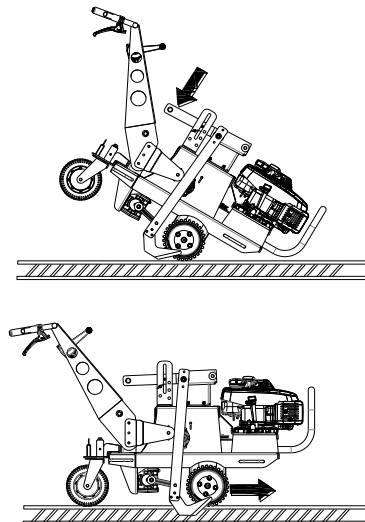

Fig. 5
2. Mens du holder begge håndtag, tilkobles koblingsarmen til bladet ved betjenerens venstre side helt. Der vippes tilbage på håndtagene, hvilket lader bladet skære i græstørven i din valgt dybde. Hold altid koblingsarmen til bladet fuldt tilkoblet når der skæres. (se *fig 5*).